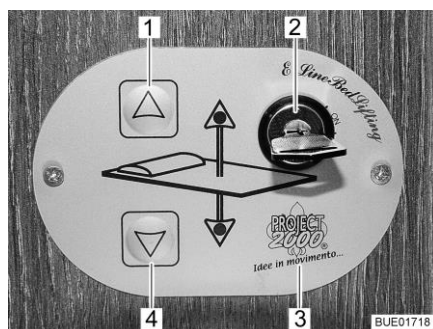

Bild 147 Kontrollenhet
Med knapparna (Bild 147,1 och 4) på kontrollenheten (Bild 147,3) sänks och lyfts den höjbara sängen. Med nyckelbrytaren (Bild 147,2) säkras kontrollenheten mot obehörig användning.
- Vrid nyckeln i nyckelbrytaren (Bild 147,2) 90° medurs på ställningen "On". Kontrollenheten (Bild 147,3) är aktiverad.
- Tryck på pilknappen (Bild 147,4) och håll den så länge intryckt till den höjbara sängen sänks ned till önskad position.
- Tryck på pilknappen (Bild 147,1) och håll den så länge intryckt till den höjbara sängen lyfts fram till gränsställningen.
Nöddrift Om den höjbara sängen inte längre går att flytta med pilknapparna (Bild 147,1 och 4) kontrollera först säkringarna (se avsnitt 9.10.1). Om säkringarna är ok och den höjbara sängen ändå inte går att flytta, kan den höjbara sängen manövreras manuellt.